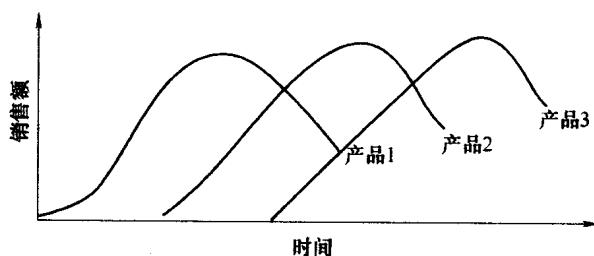

图 1-1 新产品开发对企业经济效益的影响
4) 开发新产品是提高企业经济效益的重要途径。产品生命周期的理论指出，企业得以生存和成长的关键就在于不断地创造新产品和改进旧产品。创新可以说是使企业永葆青春的惟一途径。如果从企业的短期利益来看，新产品的开发和研制，纯粹是一项耗资巨大的支出，降低了企业的利润收入。但是从长期来看，新产品的推出和企业的总销售量以及利润量的增加成正比例的关系。较高的研究和开发费用的支出也就会使企业取得较巩固的市场地位。经常性的新产品开发工作使企业在某些产品面临衰退期之前，另一些新产品已进入快速成长期；当某些产品处于成熟期时，有若干新产品已开始向市场推出，此伏彼起，使企业的总销售量和总利润率能始终保持上升的势头，或者至少保持平衡，避免大起大落（见图 1-1）。